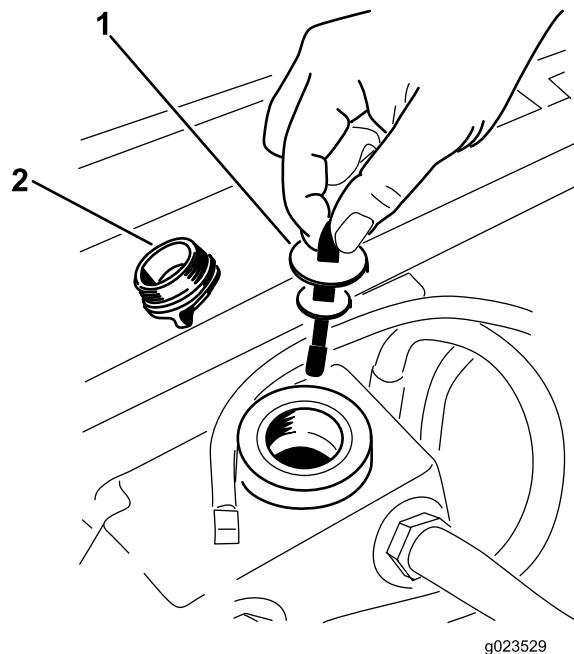

Figure 89
5. Enlevez le bouchon (Figure 89) du goulot de remplissage du réservoir hydraulique.
6. Retirez la jauge et essuyez-la sur un chiffon propre (Figure 89).
7. Remettez la jauge dans le goulot de remplissage, sortez-la de nouveau et vérifiez le niveau de liquide (Figure 89).